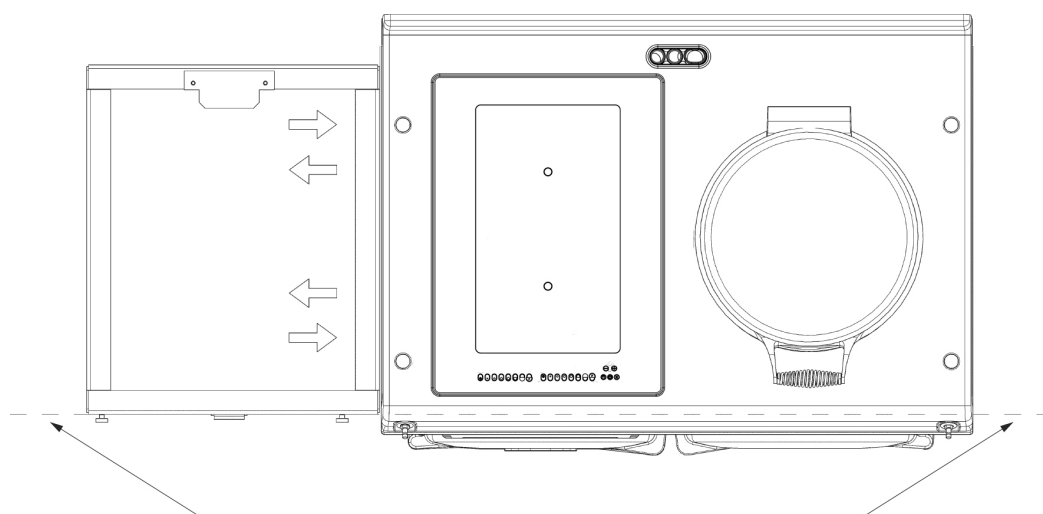

Fig. 5.5
4. Leg een meetlat langs de voorzijde van de plint van de AGA eR7i en controleer dat de voorzijdes van beide plinten recht tegen de meetlat aanliggen. (Fig. 5.5)